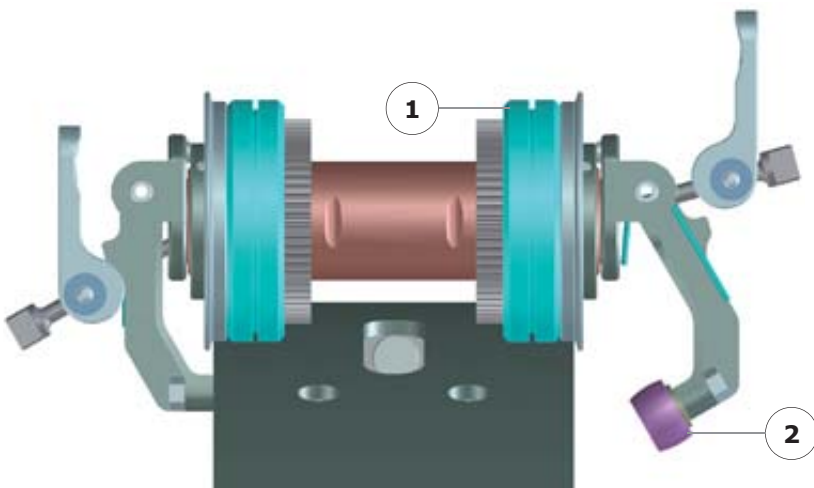

Abb. 4.2 - Polycar MP mit geöffnetem Spannsystem
- den beweglichen Andruckrollen (Abb. 4.2 - Index 2) die über einen Spannhebel betätigt werden (Spannmechanismus in offener Stellung gelöst, in geschlossener Stellung ist das Polycar MP auf dem Fahrband gespannt)
- den Antriebsrollen (Abb. 4.2 - Index 1), mit denen das Polycar MP auf dem Fahrband bewegt wird.